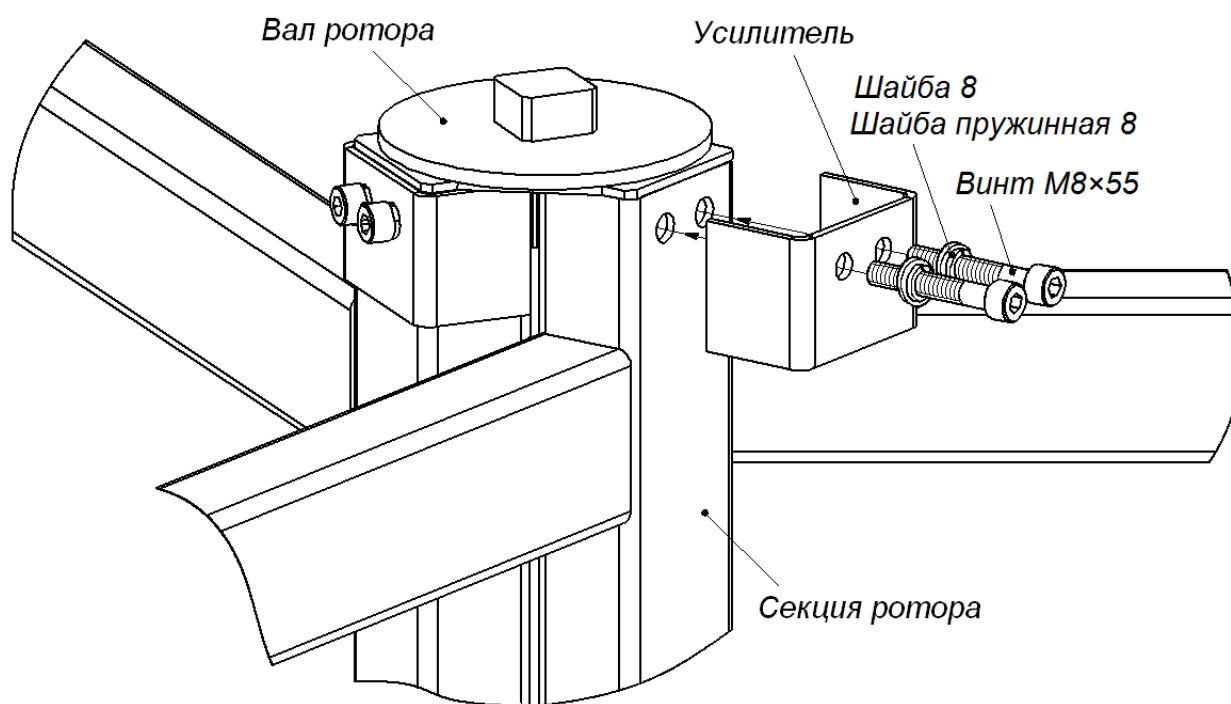

Рисунок 18. Схема усиления верхней части ротора.
- Из ящика №4 распакуйте и затем последовательно закрепите на элементах крепления установленной секции ротора две оставшиеся секции. Для верхних точек крепления секций используйте усилительные элементы и по 2 болта М8×55 с шайбами 8 и пружинными шайбами 8, для остальных точек крепления секций – по 10 болтов М8×12 с пружинными шайбами 8 (см. рис. 18 и 19). Для удобства при монтаже используйте ключ SW6 с магнитным наконечником. По окончании сборки проверьте равномерность зазоров между секциями и окончательно затяните все болты ротора.